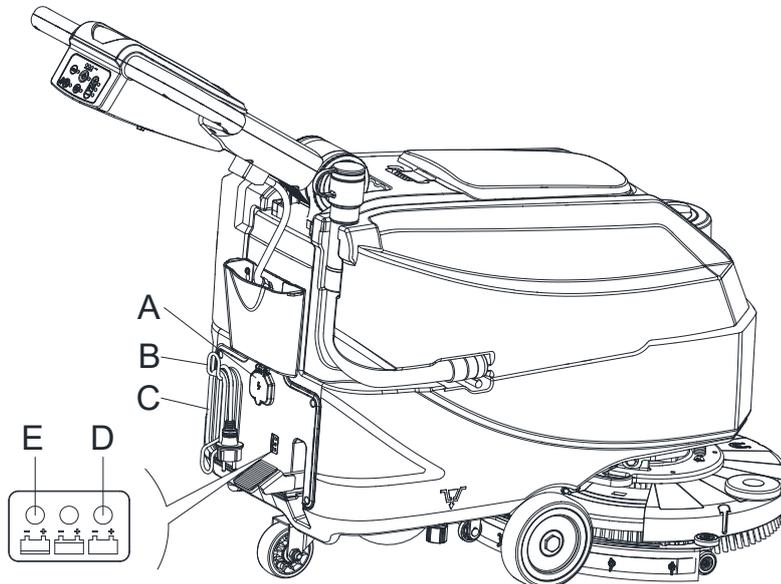

Abb. 13
1. Das Kabel des Batterieladegeräts (C, Abbildung 13) am Stromnetz (A) anschließen. Dabei sicherstellen, dass die Spannung und Frequenz mit den Werten des Batterieladegeräts übereinstimmen, die auf dem Seriennummernschild des Geräts (41, Abbildung 2) genannt werden. Sobald das Akkuladegerät an das Stromnetz angeschlossen wird, werden alle Gerätefunktionen automatisch unterbunden. Bleibt die rote Kontrollleuchte (E) auf dem Bedienfeld des Akkuladegeräts weiter eingeschaltet, ladet das Akkuladegerät die Batterien auf.
2. Beginnt die grüne Kontrollleuchte (D) zu leuchten, ist der Ladevorgang der Akkus abgeschlossen.
3. Wenn die Akkuladung vollständig ist, trennen Sie das Akkuladegerät (C) vom Stromnetz (A) und wickeln Sie es um sein Gehäuse.